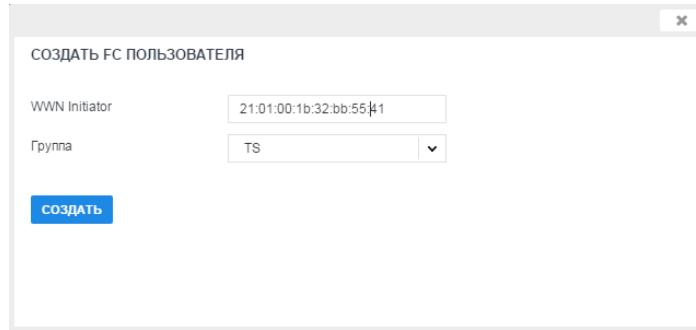

Рисунок 101 - Пользователь группы Fibre Channel с ALUA
4) Создать пользователя (см. Рисунок 101). В качестве пользователя должен выступать WWN клиента (см. подраздел 2.14.2).